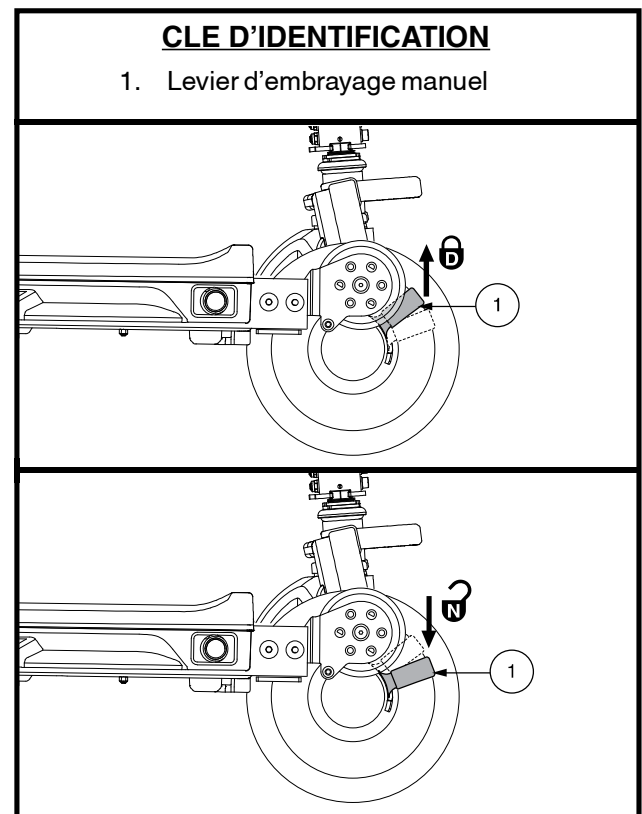

Figure 5. Levier d'embrayage manuel
3. Assurez-vous que le scooter est en mode de conduite. Voir la figure 5.